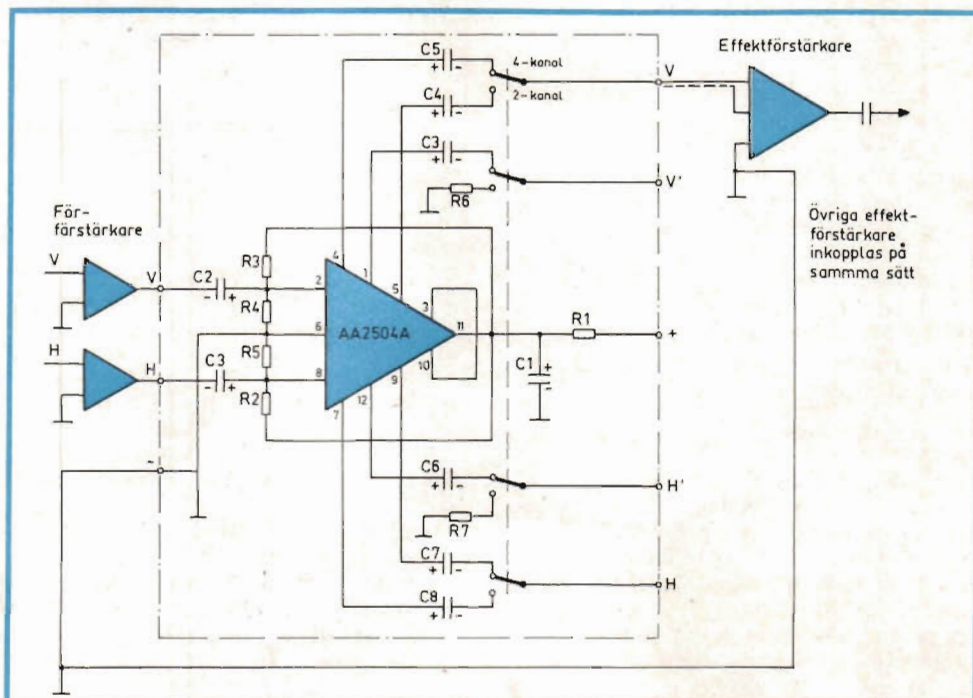

Fig 4. Kopplingsschema för Matsushitas fyrkanalmatrix. Betr utsignalernas sammansättning: se text.
Kopplingsschemat för kretsen visas i fig 4. Den signal (V) som skall gå till vänster främre högtalare (via en effektförstärkare) består av $V + 0,4 H$. H består av $H + 0,4 V$, V' består av $V - 0,6 H$ och H' av $H - 0,6 V$.